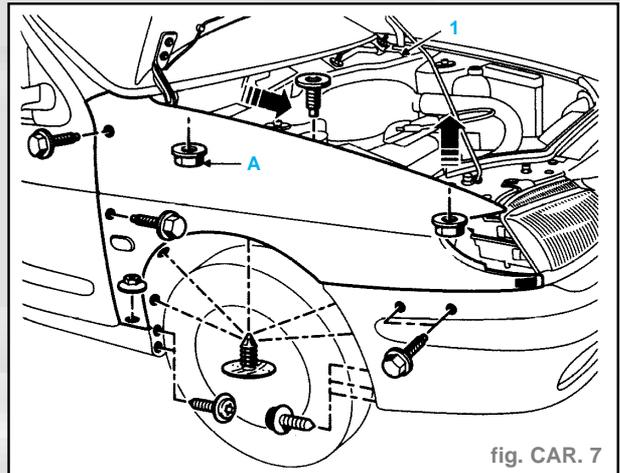

fig. CAR. 7
- Déclipser le cache plastique (1) du côté gauche (fig. CAR. 7).